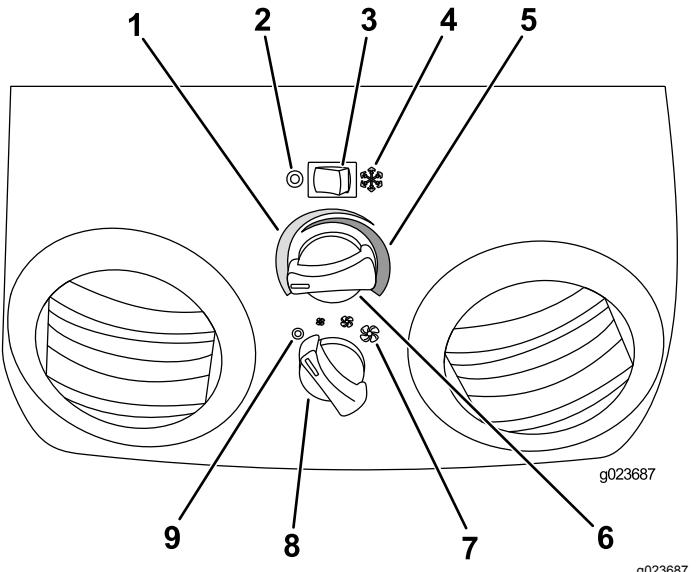

Figura 53
3. Gire el mando de la TEMPERATURA hacia la izquierda hasta que llegue a la temperatura deseada (Figura 53).
4. Ajuste la VELOCIDAD DEL VENTILADOR a baja, media o alta (Figura 53).
1. Presione el interruptor del AIRE ACONDICIONADO hacia la derecha para moverlo a la posición de ENCENDIDO (Figura 53).
1. Mueva el interruptor del AIRE ACONDICIONADO a la izquierda para APAGAR el aire acondicionado (Figura 53).
3. Gire el mando de la TEMPERATURA hacia la derecha hasta que llegue a la temperatura deseada (Figura 53).